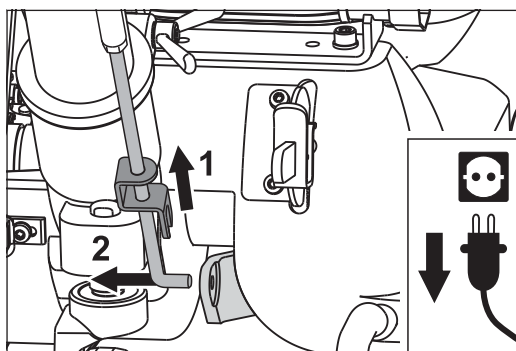

Abb. 30 Den Verschluss nach oben schieben (1) und das Gestängeunterteil aushängen (2).
- 11 Hängen Sie das Gestängeunterteil an der Abhebevorrichtung aus (Abb. 30).